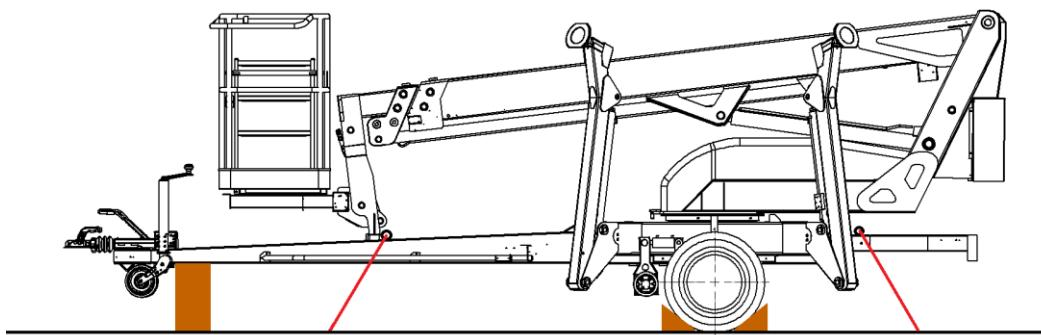

Abb.7. Die Befestigung der Arbeitsbühne
- Die Maschine soll den auf der Abbildung 7. gezeigten Orten mit beschädigungsfreien Tragegurten befestigt werden. Unter die Oberflächen der Tragegurten, wo sie auf die Maschine liegen – sind wegen der Schutz der Farbe weiche Filzstücke zu legen.